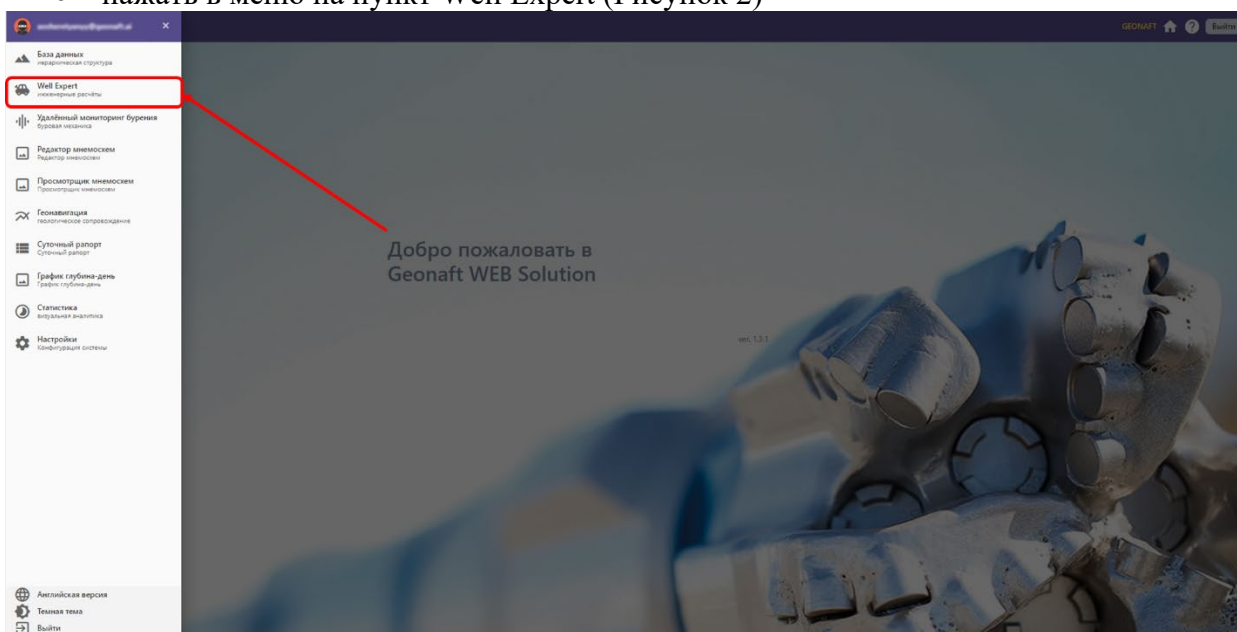

Рисунок 2 Боковое меню со ссылкой на страницу WE
- нажать в меню на пункт Well Expert (Рисунок 2)